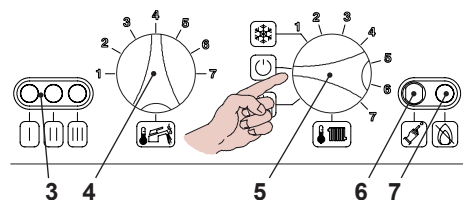

Figura 6.5
- Spegnerla caldaia portando il selettore di funzione 5 sulla posizione "U" come in Figura 6.5 .